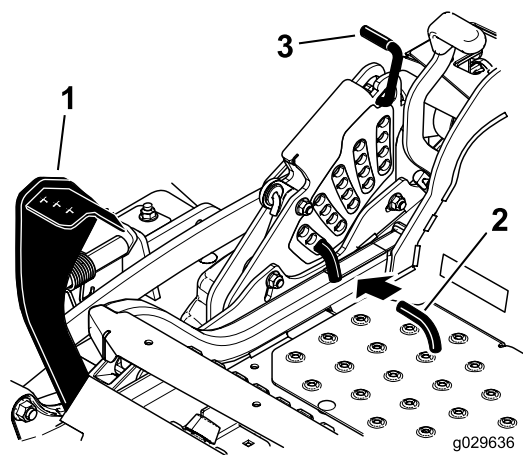

Figura 28
2. Pise el pedal de elevación de la carcasa y eleve la carcasa a la posición de transporte (que es también la posición de altura de corte de 140 mm [5½"]) (Figura 28).
3. Para ajustar la altura de corte, gire el pasador 90 grados y retire el pasador del soporte de altura de corte (Figura 28).
4. Seleccione el taladro del soporte de altura de corte que corresponde a la altura de corte deseada, e inserte el pasador (Figura 28).